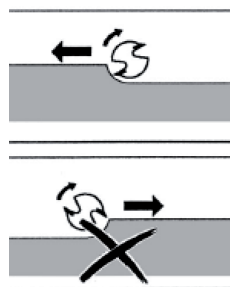

рис.11
- фрезерование всегда должно производиться против направления вращения рабочей фрезы (см. рис.11). Попутное направление фрезерования может стать причиной потери контроля над управлением фрезера - это опасно для жизни и здоровья оператора;